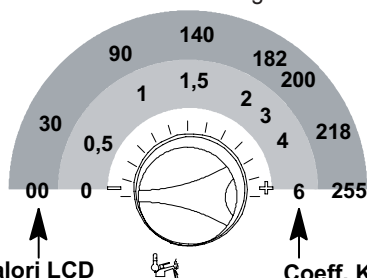

Fig. 5.59
- Impostare il valore ruotando la manopola in Fig. 5.59 da un minimo di **30** (la sequenza **P15** si alterna **30**).